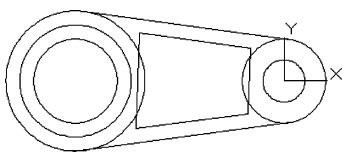
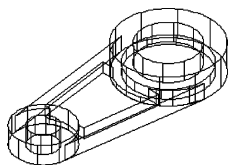

图 13-59 修剪辅助线
图 13-60 差集运算拉伸实体
(10) 单击“默认”选项卡“修改”面板中的“修剪”按钮, 对辅助线及复制的边进行修剪。单击“默认”选项卡“修改”面板中的“删除”按钮, 删除多余的辅助线, 结果如图 13-59 所示。
(11) 单击“可视化”选项卡“视图”面板中的“西南等轴测”按钮, 切换到西南等轴测视图。单击“默认”选项卡“绘图”面板中的“面域”按钮, 分别将辅助线与圆及辅助线之间围成的两个区域创建为面域。
(12) 单击“默认”选项卡“修改”面板中的“移动”按钮, 将内环面域向上移动 5。
(13) 单击“三维建模”选项卡“建模”面板中的“拉伸”按钮, 分别将外环及内环面域向上拉伸 16 及 11。
(14) 单击“三维工具”选项卡“实体编辑”面板中的“差集”按钮, 将拉伸生成的两个实体进行差集运算, 结果如图 13-60 所示。
(15) 单击“三维工具”选项卡“实体编辑”面板中的“并集”按钮, 将所有实体进行并集运算。
(16) 单击“三维工具”选项卡“实体编辑”面板中的“圆角边”按钮, 对实体中间内凹处进行倒圆角操作, 圆角半径为 5。